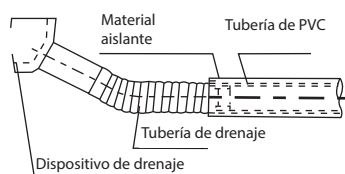

Figura 4.1
2. Conecte la tubería de drenaje según lo indicado en la Figura 4.1.